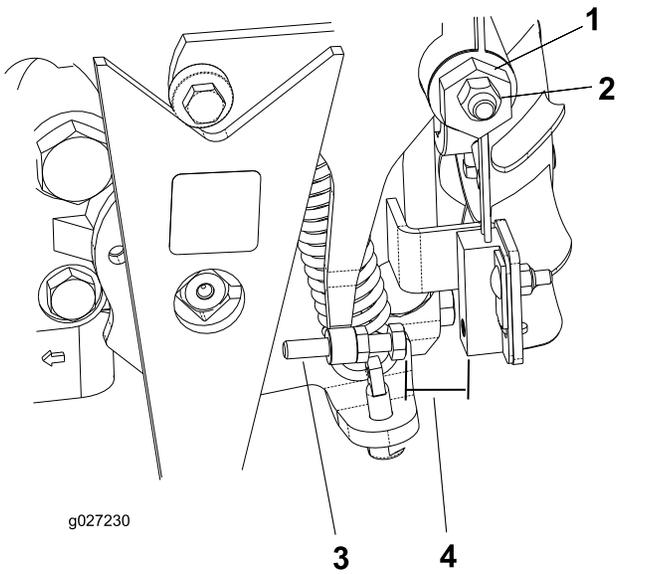

Bild 35
- Lockern Sie die Sicherungsmutter an der Fahrtriebs-Einstellnocke (**Bild 35**).
- Lassen Sie den Motor an und drehen das Sechskant (**Bild 35**) der Nocke in beide Richtungen, um die zentrale Stellung im Neutralbereich ausfindig zu machen.
- Stellen Sie die Schraube ein, bis der Abstand $\pm 0,8-2,3$ mm beträgt, siehe Bild 35.